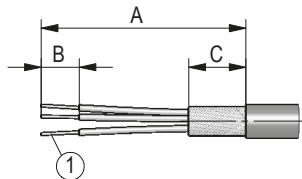

Abb. 9: Kabel
1. Die Kabel gemäß **Abb. 9** vorbereiten. Aderendhülsen müssen mit gasdichter Vierkant-Crimpfung versehen sein.